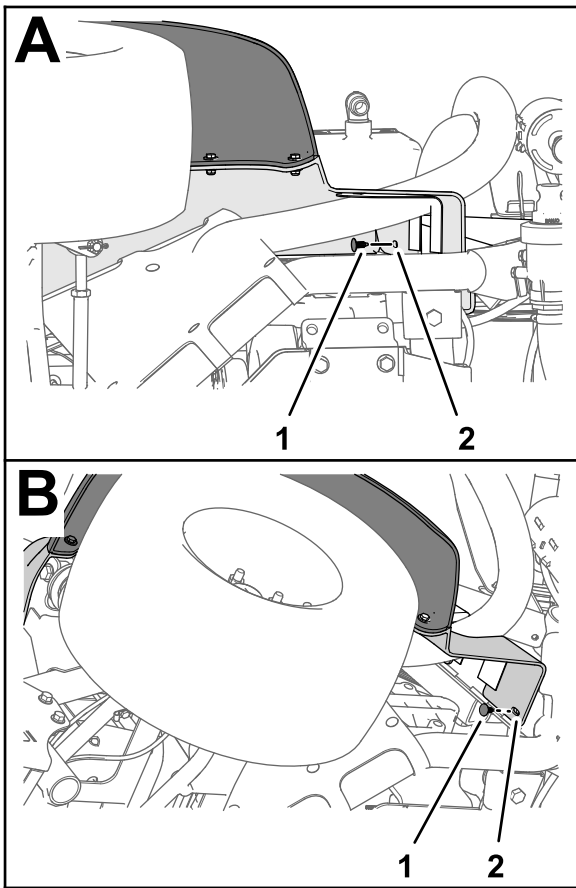

图8
- 取出将左前挡泥板固定到下 ROPS 钢管的 2 个压入式紧固件图8。